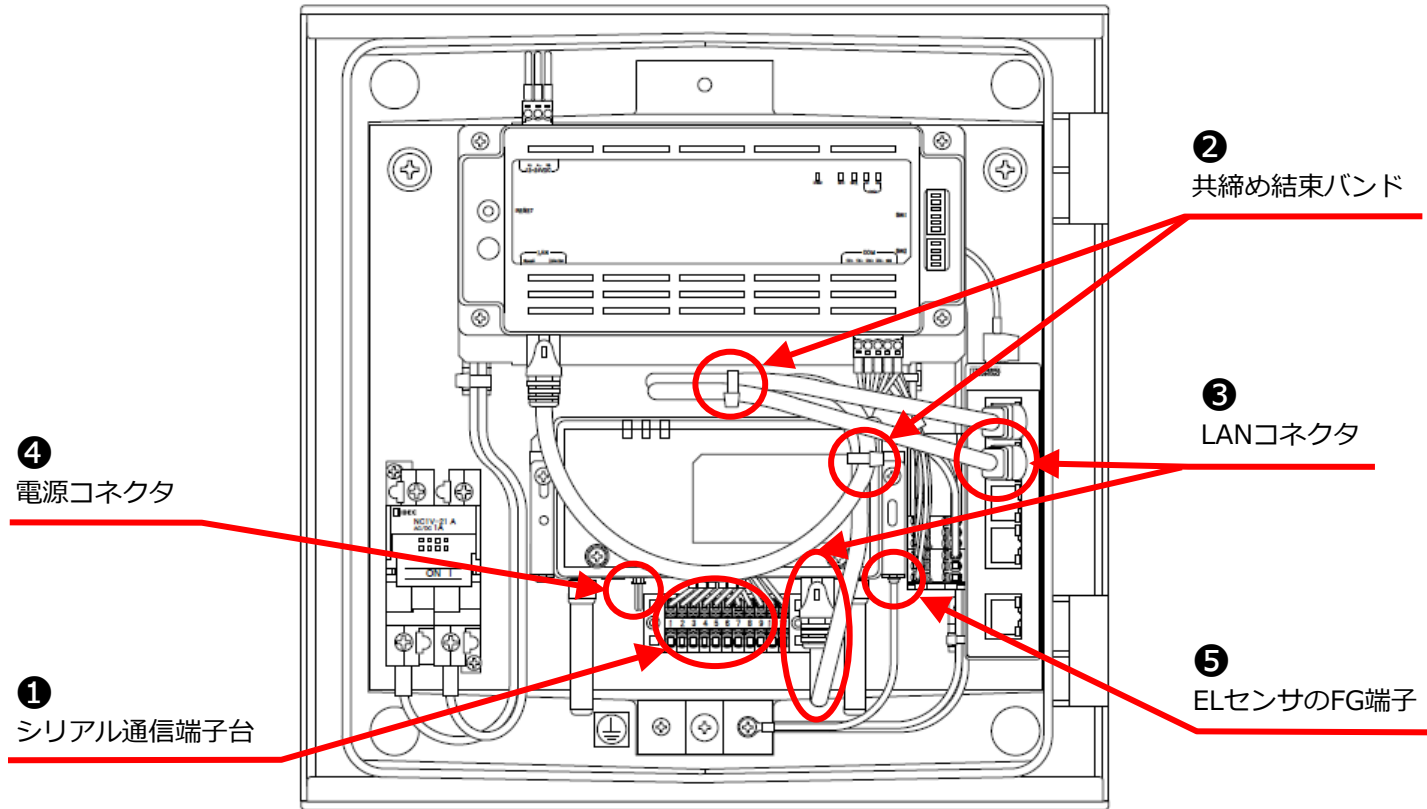

図3 自家消費モバイルパック組込図
- (1) シリアル通信端子台の1番～6番ポートの信号線を取り外す。(図3 ①、図4)
- (1) 2本のLANケーブルを共締めしている結束バンドをニッパーで切る。(図3 ②)
(2) ELセンサに接続されているLANケーブルをELセンサ、Hubから取り外す。(図3 ③)
- (1) ELセンサの電源コネクタを取り外す。(図3 ④)
(2) 外した電源コネクタに絶縁テープなどで絶縁処理を施す。
- (1) アース線を取り付けているねじ止めを外す。(図3 ⑤、図6)